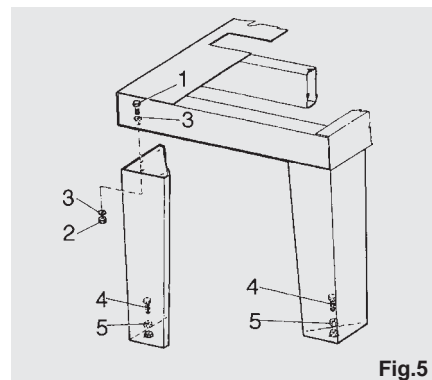

Fig.5
Emplear un nivel de aire y poner en plano la máquina actuando sobre los tornillos (4). Apretar después las varias contratuerzas (5) fig. 5. Con el objeto de garantizar la máxima seguridad y eficiencia de la máquina, el piso en el cual se instala debe ser de cemento bien nivelado. En caso de que el piso no fuera en las condiciones sobremencionadas, será necesario preparar una losa de cemento.